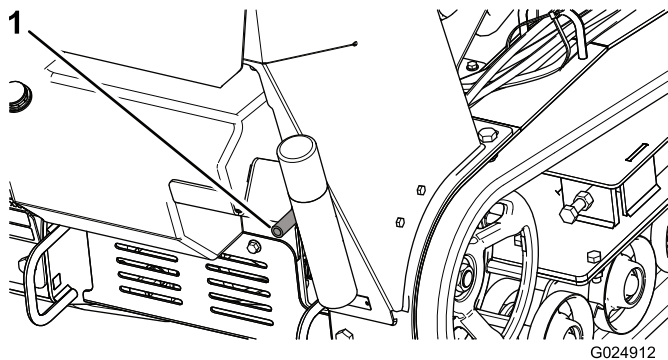

Figura 33
4. Coloque un recipiente debajo del tubo de vaciado. Gire la válvula de vaciado de aceite para que se drene el aceite (Figura 32 y Figura 33).